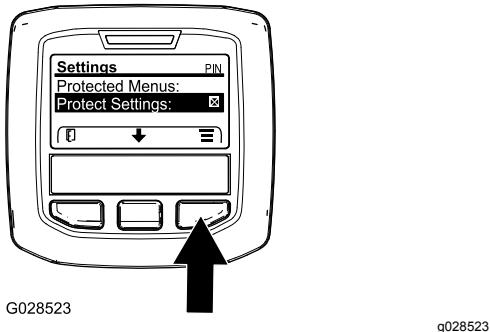

Figura 28
- Aceda ao menu protegido e desbloqueie o submenu de definições protegidas (Figura 28); consulte Aceder aos menus protegidos \(página 17\).